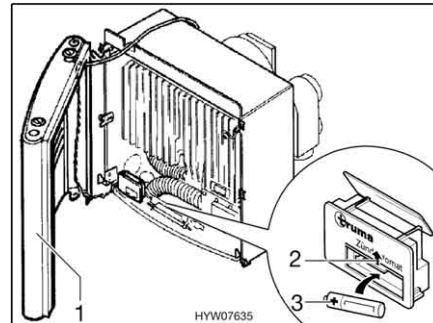

Fig. 115 Riscaldamento acceso
- Posare da un lato la copertura (Fig. 115,1) di modo da non dover estrarre il cavo di allacciamento per la ventola dell'aria calda e per la lampadina di controllo accensione.
- Spingere la copertura del vano batteria sul dispositivo di accensione (Fig. 115,2) verso l'alto.
- Inserire una nuova batteria (Fig. 115,3) dello stesso tipo nel vano batteria del dispositivo di accensione rispettando la polarità (+/-). Utilizzare soltanto batterie Mignon resistenti alle alte temperature (+70 °C) e sicure da perdite.